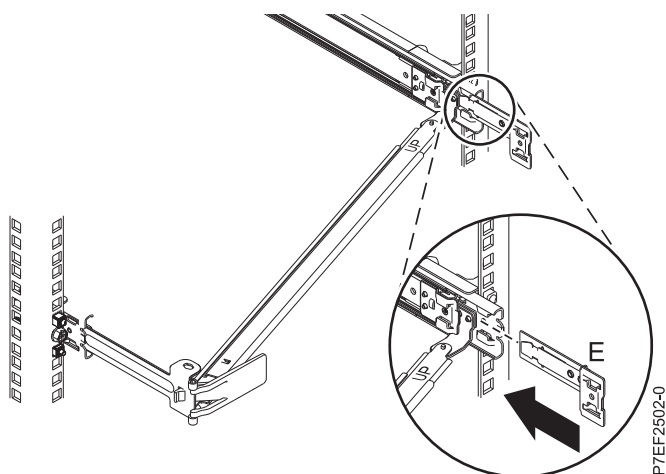

Abbildung 13. Erweiterungshalterung in der Schiene installieren
5. Schieben Sie die Erweiterungshalterung (**E**) in die rechte Schiene, bis der gefederte Stift einrastet. Einzelheiten finden Sie unter Abb. 13.